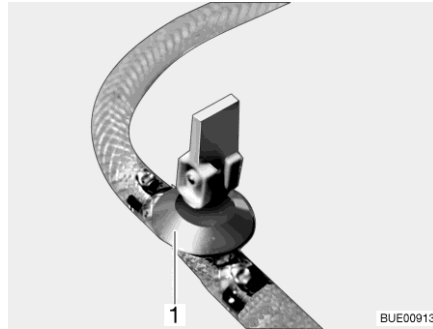
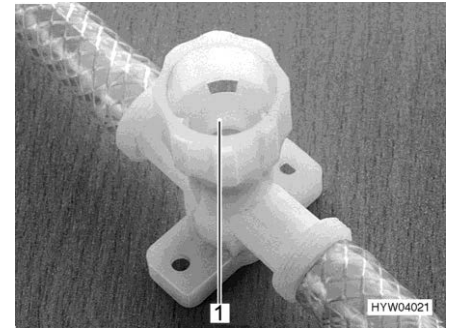

Fig. 277 Llave de desagüe (con balancín)
Fig. 278 Llave de desagüe (con tapa giratoria)
- Abrir todas las llaves de desagüe. Para esto, poner el balancín de la llave de desagüe (Fig. 277,1) en posición vertical o girar la tapa de la llave de desagüe (Fig. 278,1) en sentido contrario a las agujas del reloj.